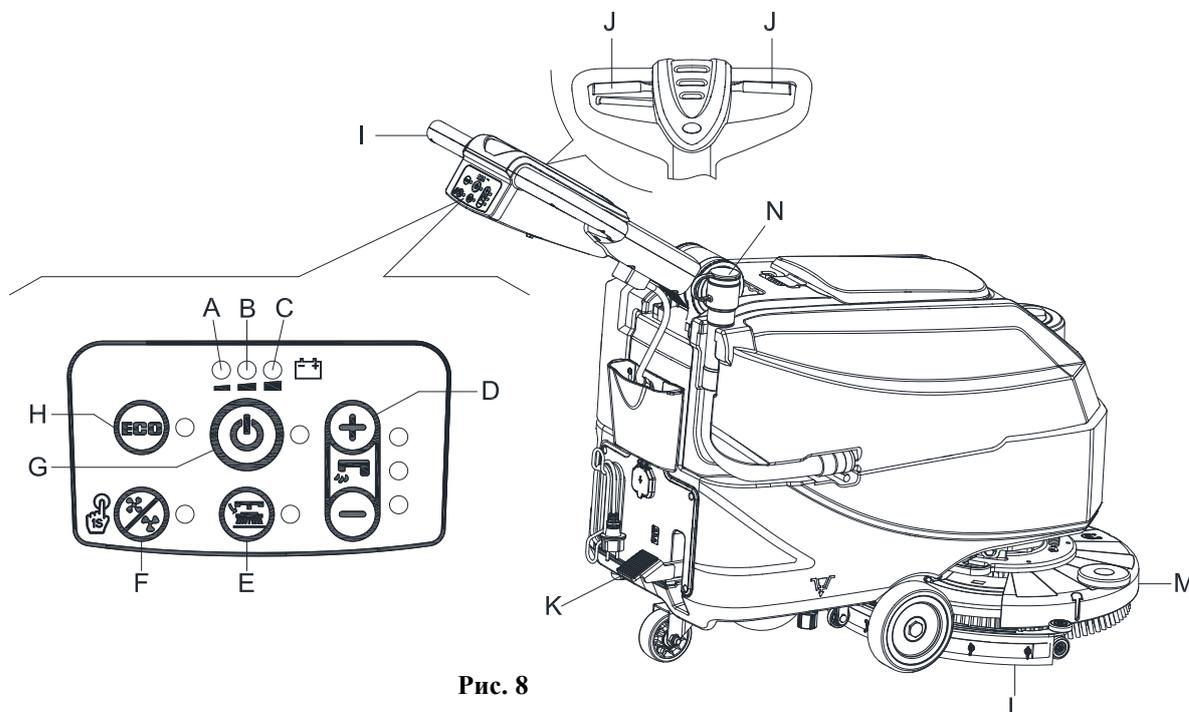
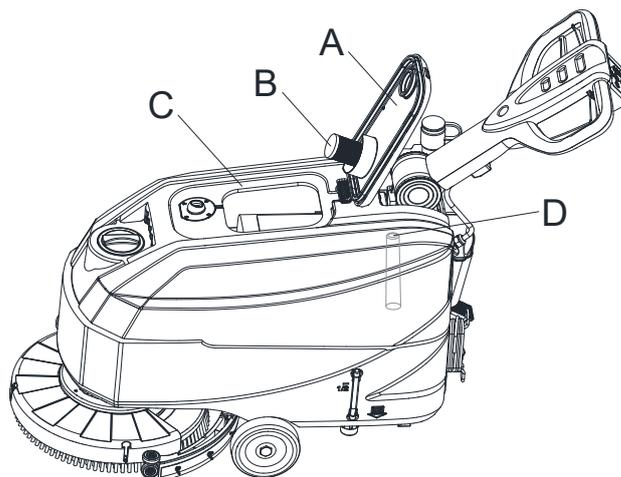

Рис. 8
Рис. 10
2. Переместите машину на место уборки, толкая ее двумя руками при помощи рукоятки (I, Рис. 8).
3. Опустите настил щетки/штатива подкладки (М, Рис. 8) и скребок (L), подняв педаль (K).
4. Нажмите на пусковой переключатель (G, Рис. 8). Убедитесь, что зеленый предупредительный световой сигнал (С) включен (заряженная батарея). Если включился желтый (В) или красный (А) предупредительный световой сигнал, выключите переключатель питания (G, Рис. 8) и зарядите батареи (см. процедуру в главе Обслуживание).
5. Нажмите на контрольные переключатели подачи воды (D, Рис. 8), как это необходимо, в зависимости от типа уборки.
6. Начните уборку, толкая машину руками, расположенными на рукоятке (I), и нажимая на рычаг переключателя безопасности (J).
Для движения машины вперед нажмите левый или правый рычаг переключателя безопасности (J, Рис. 8) или оба.
2. Удерживая обе руки на рукоятке, нажмите на рычаг переключателя безопасности (J, Рис. 8), а затем маневрируйте машиной и начните чистку скребком/сушку пола.
Пока горит зеленый предупредительный световой сигнал (C, Рис. 8), батареи обеспечивают нормальную работу машины. Когда зеленый предупредительный световой сигнал (C) гаснет, и загорается желтый предупредительный световой сигнал (B), рекомендуется зарядить батареи, потому что оставшегося заряда батареи хватит всего на несколько минут (в зависимости от характеристик батареи и выполняемой работы). Если включается красный предупредительный световой сигнал (A), батареи полностью разряжены. Через несколько секунд щетка/штатив подкладки автоматически выключится.
Поплавковая система выключения (В, Рисунок 10) блокирует вакуумную систему, когда бак грязной воды (С) полон. Дезактивизация вакуумной системы сигнализируется внезапным увеличением частоты шума двигателя вакуумной системы, а также не происходит сушка пола.
Если вакуумная система выключилась случайно (например, когда поплавок блокирует из-за внезапного движения машины), для возобновления работы: выключите вакуумную систему, нажав на переключатель (G, Рис. 8), затем откройте крышку (А, Рис. 10) и проверьте, что поплавок внутри поплавковой камеры (В) опустился ниже уровня воды. Затем закройте крышку (А) и включите вакуумную систему, нажав на переключатель (G, Рис. 8).
Если бак грязной воды (С, Рис. 10) заполнен, слейте из него воду в соответствии со следующей процедурой.
2. Поднимите настил щетки/штатива подкладки (М, Рис. 8) и скребок (L), нажав на педаль (K).
4. Слейте воду из бака грязной воды при помощи шланга (N, Рис. 8). Затем промойте бак грязной воды (С, Рис. 10) чистой водой.
5. Снимите крышку бака грязной воды (А, Рис. 10) и очистите внутреннюю сторону крышки и поплавковую камеру фильтра (В) чистой водой.
6. Проверьте бак грязной воды (D, Рис. 10) на наличие застрявших посторонних предметов и очистите его от них.